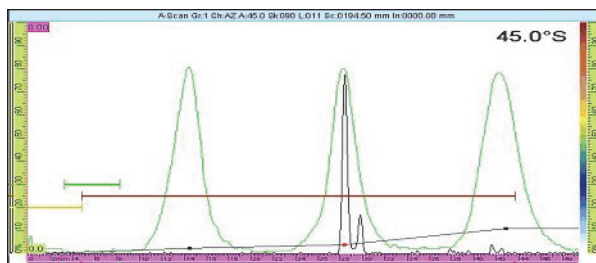

図 6-9 80 % 位置にピークがある包絡線
3. 探触子を移動し、校正済みの反射源の上をスキャンします。その際、すべての振幅のピークが、80 % に到達しているか確認します (186 ページの図 6-9 参照)。